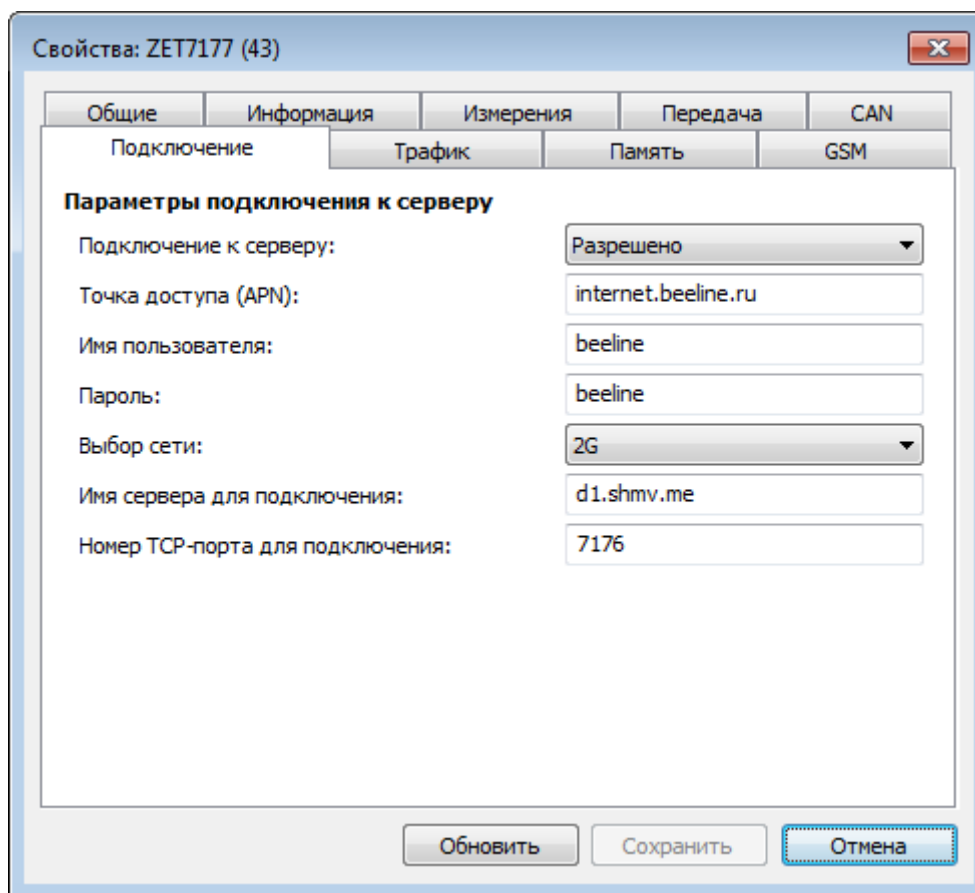

Рис. 2.18 Вкладка «Подключение ZET 7177»
- во вкладке «Подключение» необходимо установить параметры в зависимости от настроек оператора сети GSM, SIM-карта которого установлена в преобразователь интерфейса ZET 7177 (Рис. 2.18).